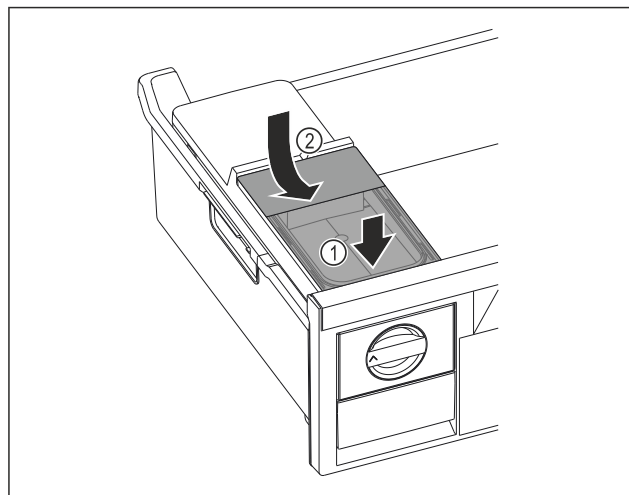

Fig. 76
- ▶ Nasad'te vpředu nádržku na vodu. Fig. 76 (1)
- ▶ Spusťte nádržku na vodu vzadu dolů. Fig. 76 (2)